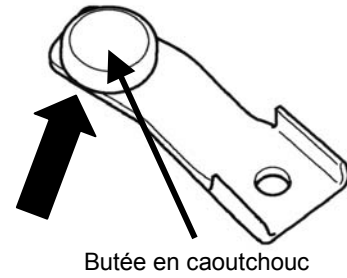

Figure 2
- Déposer la butée en caoutchouc sur la pédale d'embrayage et l'insérer dans le support (rallonge, figure 2).